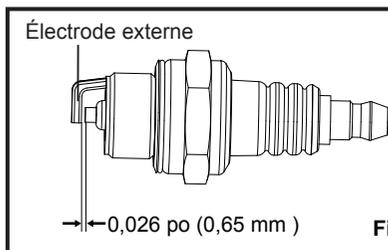

Fig. 41
- Réglez l'écartement des électrodes de la bougie d'allumage en pliant l'électrode externe (Fig. 41).